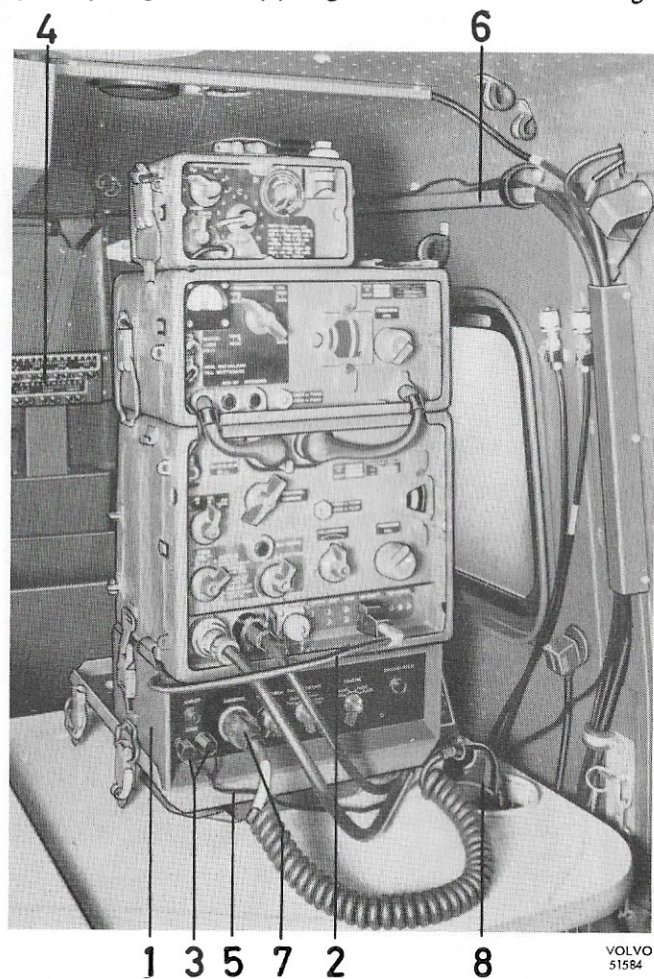

Bild 69. Vänster stationsplats med fjärrbetjäningseenhet och Ra 200
Siffror inom parentes hänvisar till bild 69.
Sätt fast fjärrbetjäningseenheten (1) längst fram i fästram Ra 12 enligt bild 69.